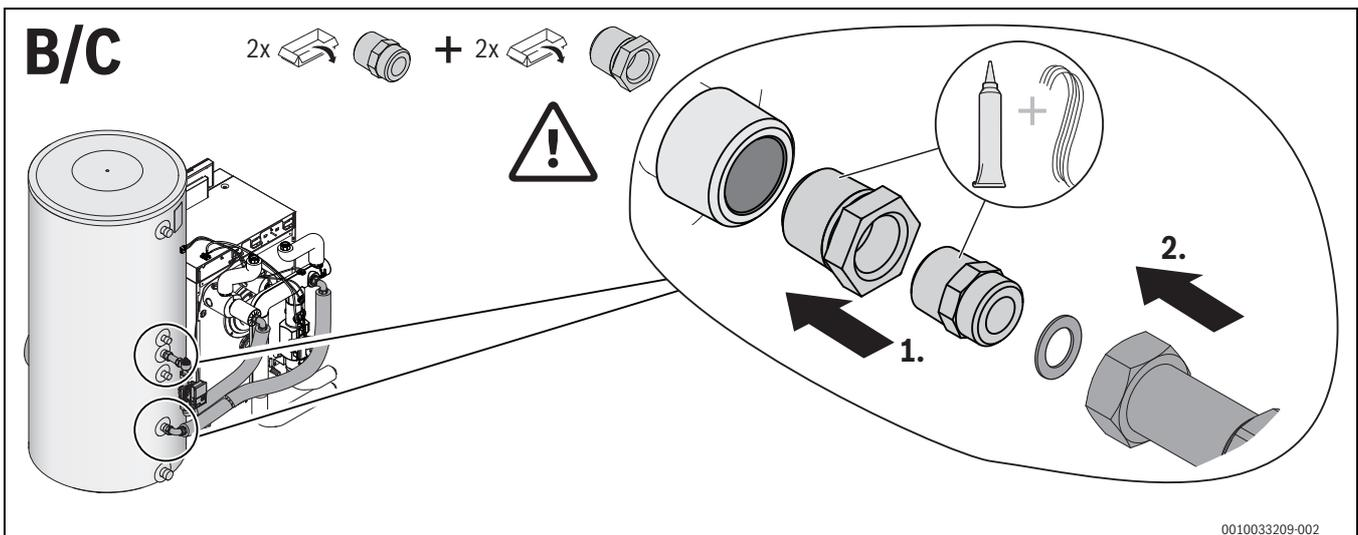

Bild 15 Montage Speicherverbindung stehender Speicher, Varianten B und C
- ▶ Rohrgruppe entsprechend der vorgesehenen Varianten (→Bild 13 – Bild 15) montieren (→separate Installationsanleitung des Speicheranbindungs-Sets beachten); **Varianten B, C.**